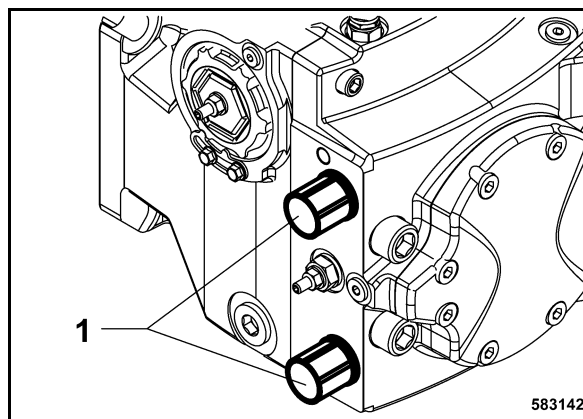

Fig. 139
- Volver a apretar las dos válvulas limitadoras de alta presión situadas en la bomba de traslación (Fig. 139), par de apriete: 70 Nm.